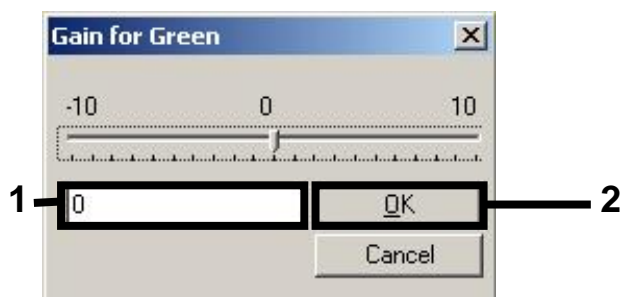

Figure 6. Saisie manuelle des valeurs d'augmentation les plus basses.
7. Sélectionner la valeur d'augmentation la plus basse pour le canal Cycling Green noté à l'étape 4 et saisir cette valeur manuellement dans la fenêtre **Gain for Green** (augmentation pour le canal Green) (figure 6). Sélectionner la valeur d'augmentation la plus basse pour le canal Cycling Yellow noté à l'étape 4 et saisir cette valeur manuellement dans la fenêtre **Gain for Yellow** (augmentation pour le canal Yellow) (figure 6).